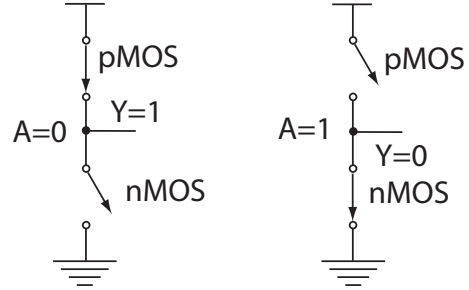

Fig. 2. Statisk effektforbruk i en CMOS inverter. (FIG4.26)
En komplementær eller statisk inverter er vist i Fig. 2. Når inngangen er 0 vil pMOS transistoren være PÅ og nMOS transistorene være AV, og utgangen vil være høy (1). Når inngangen er 1 vil pMOS transistoren være AV og nMOS transistoren være PÅ, og dermed vil utgangen være lav. Dette er stabile tistander for en CMOS port og ideelt vil det da ikke gå strøm mellom  $V_{DD}$  og  $GND$ . En transistor som er skrudd AV vil likevel levere noe strøm som er gitt av modellen for transistorstrøm i svak inversjon med  $V_{gs} = 0$ :